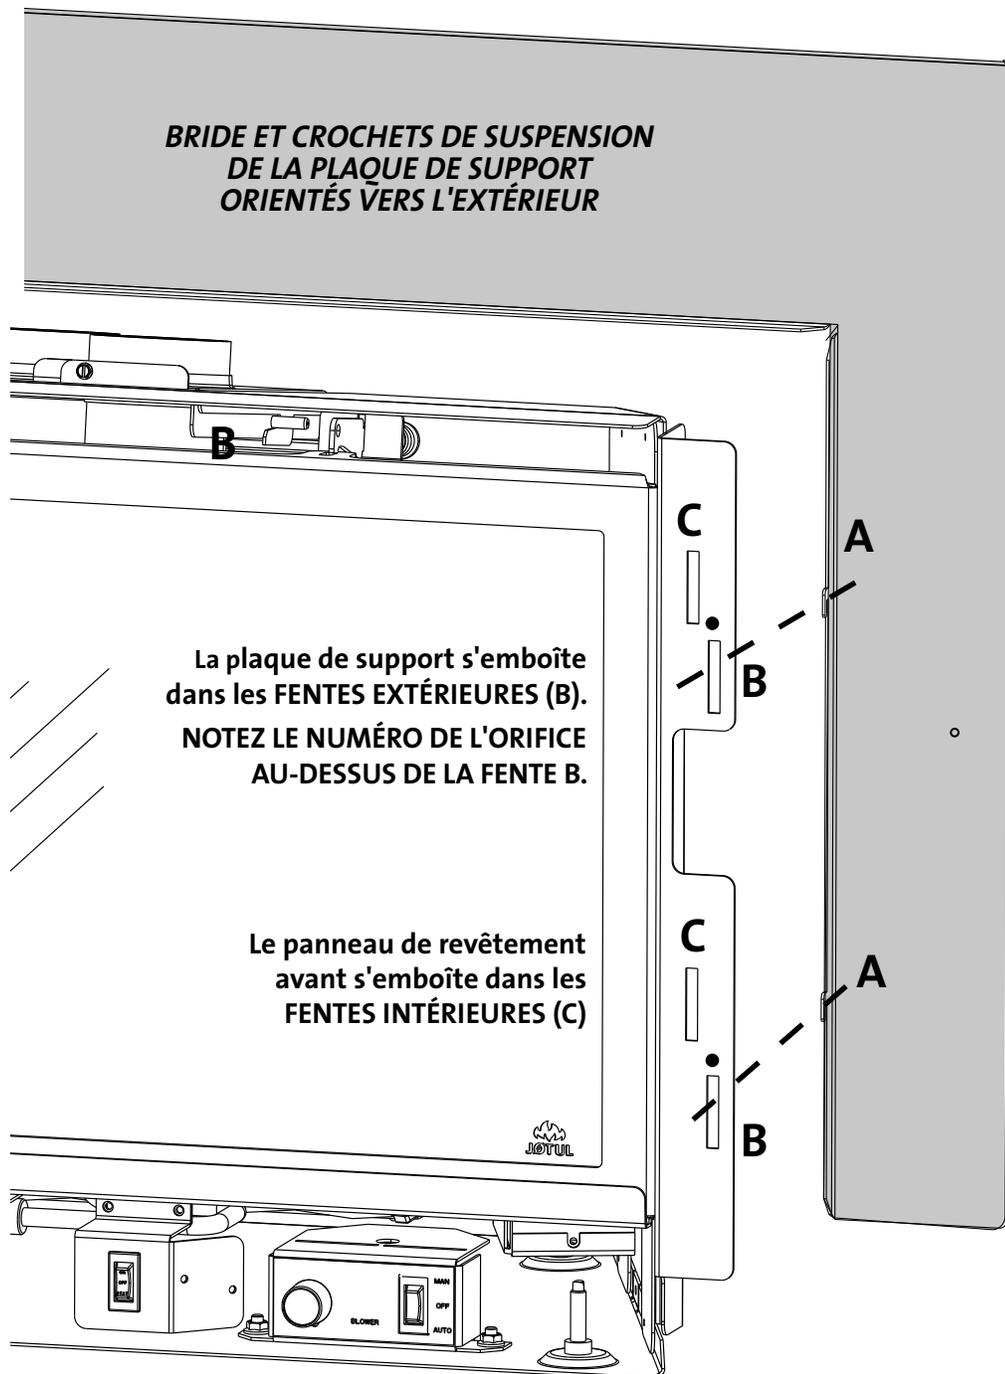

Figure 7.35 Les crochets de la plaque de support (A) s'emboîtent dans les fentes (B) de l'arrière.
Les plaques de support standard et ajustables comprennent quatre crochets de suspension (A) qui s'emboîtent avec les fentes *extérieures* (B) par l'*arrière* des supports de la boîte à feu. Notez le petit orificiation d'identification au-dessus de chaque fente « B ». Voir la figure 7.35.